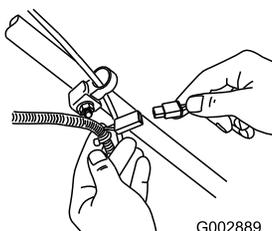

Figura 31
1. 1. Conecte el cargador al arnés de cables de la máquina, situado debajo de la llave de contacto (Figura 31).